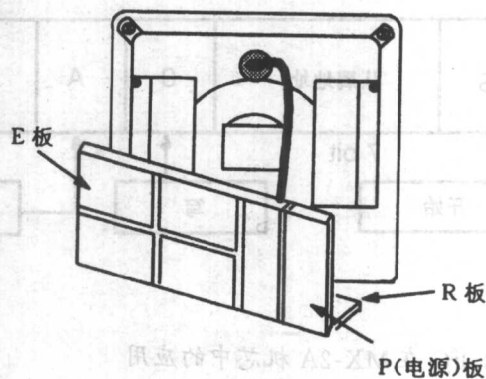

图 1.2.8
③立起主机芯之前,先要向外按下挂勾立起 R 板,见图 1.2.8 所示。